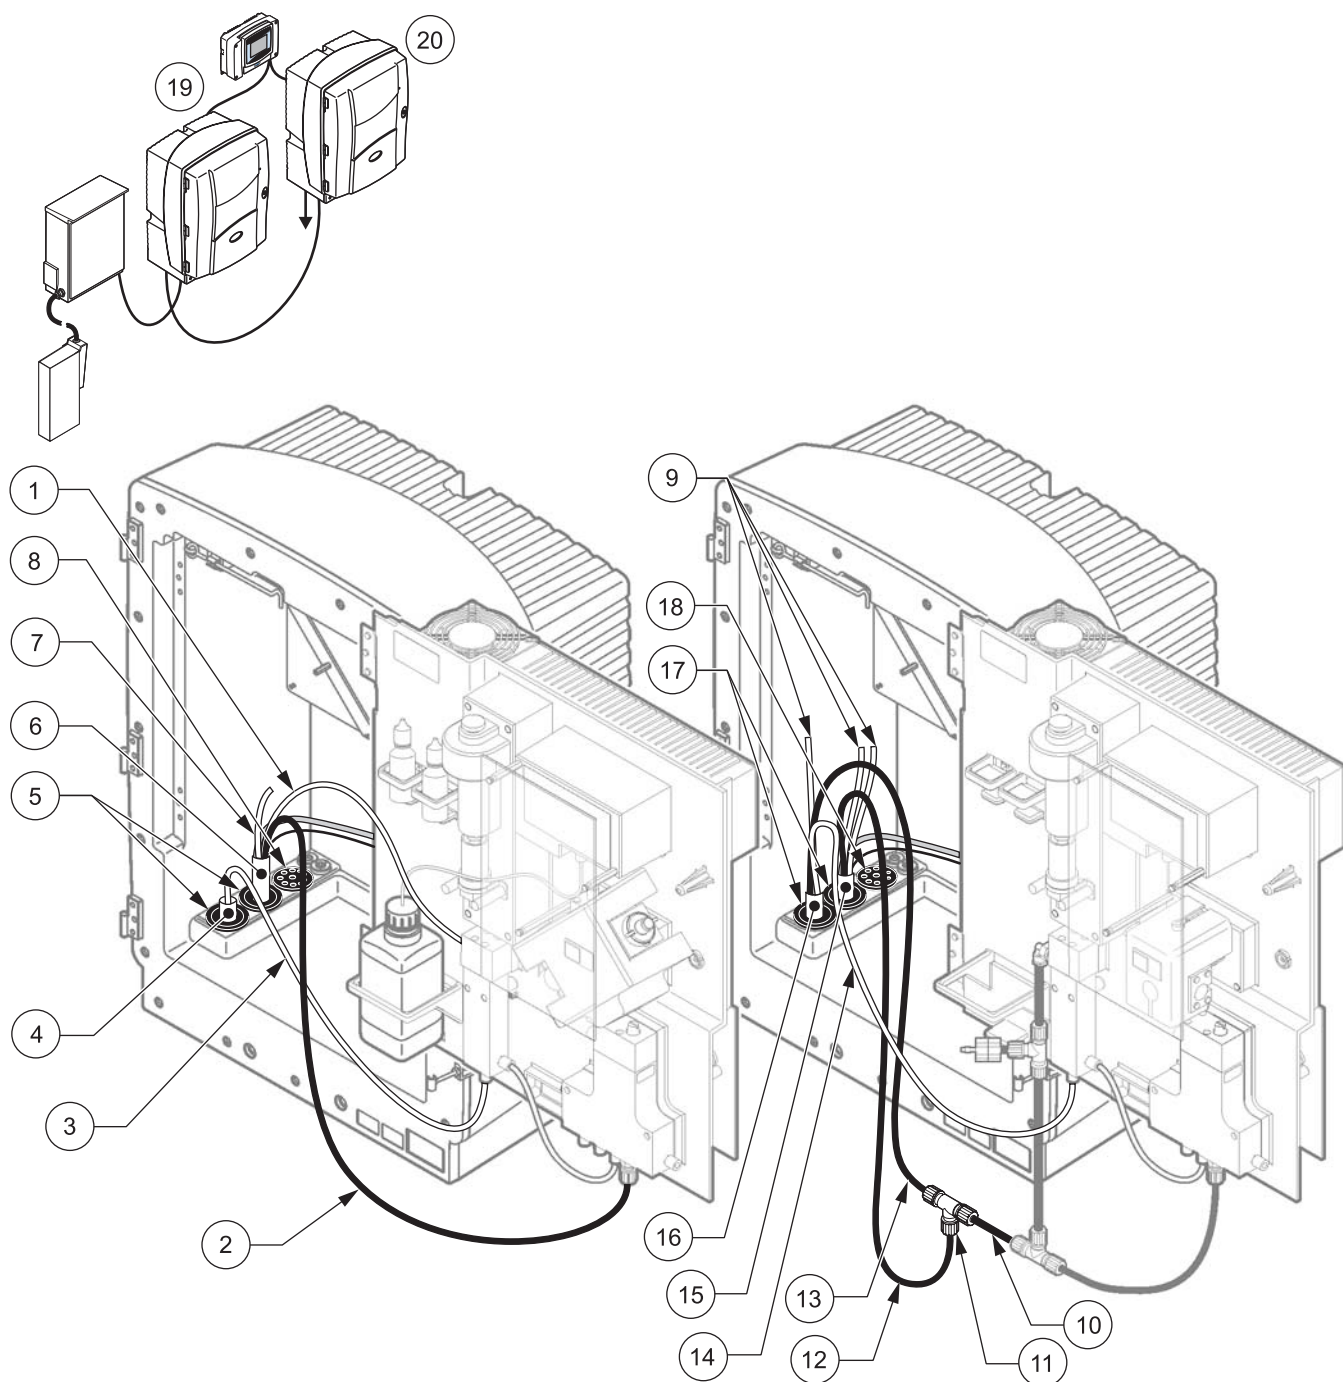

图 26 选项 4 设置
请参考图 26 以及选项 4 的以下说明：
- a. 通过分析器开口从 FILTRAX 引出加热的软管（图 26，项目 4）。使用 1 号密封塞加固。